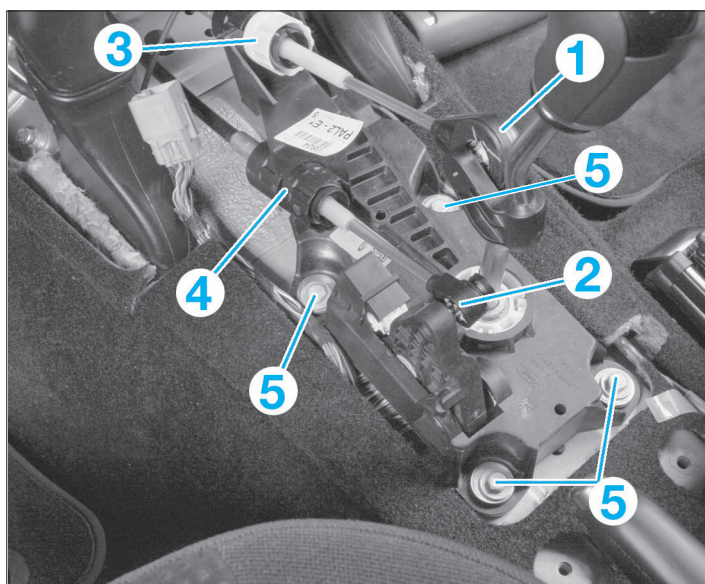

FIG. 9
- Détacher du levier de vitesses, les câbles de sélection (1) et de commande des vitesses (2) (Fig.9).
- Déverrouiller et déposer les câbles de commande (4) et de sélection (3) des vitesses en tournant leurs verrouillages dans le sens antihoraire.
- Déposer les 4 vis (5) puis le levier de commande des vitesses.
- Détacher du levier de vitesses les câbles de sélection (1) et de commande des vitesses (2) (Fig.9).